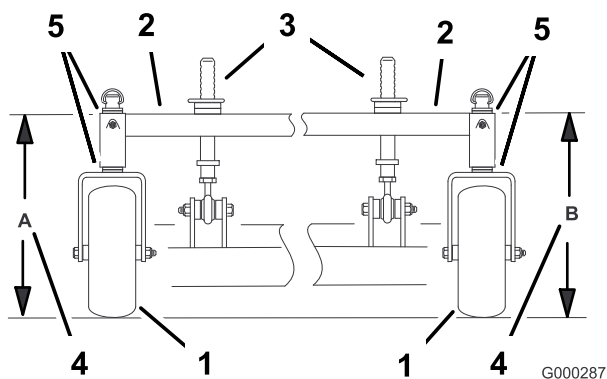

Figure 64
- Mesurez la hauteur du bâti porteur au point **A** (Figure 64).
- Mesurez la hauteur du bâti porteur au point **B** (Figure 64).